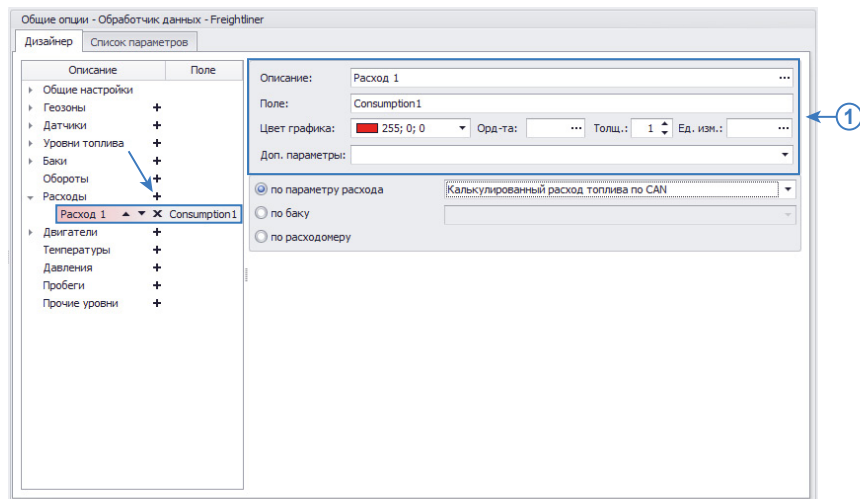

Рис.41. Создание параметра расхода топлива.
Программа «АвтоГРАФ 5 ПРО» позволяет рассчитать расход топлива транспортным средством. Для мониторинга расхода необходимо добавить в Дизайнер новый параметр в группу «Расходы» (Рис.41).
1. Общие настройки (Рис.41, п.1). Общие настройки описаны в разделе «Общие настройки параметров», поэтому в данном разделе их настройка рассматриваться не будет.